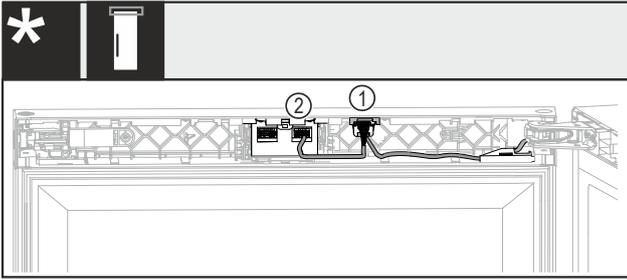

Fig. 45 Ohne Schloss oder mit mechanischem Schloss*
- ▶ Stecker mit beiden Kabeln Fig. 45 (1) in die Führung einschieben.*
- ▶ Stecker mit einem Kabel Fig. 45 (2) im rechten Nest einrasten.*